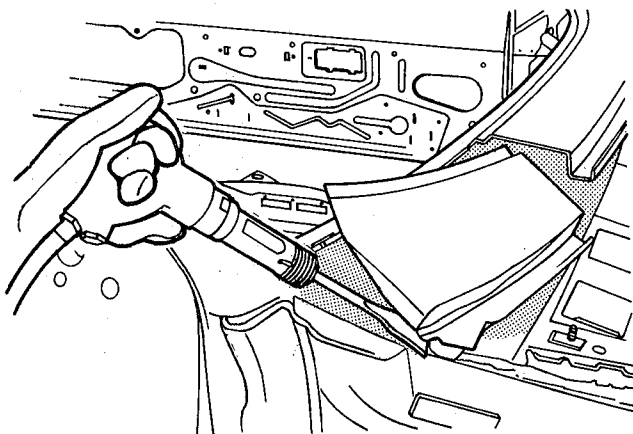

fig. 103
3. Com o auxílio de talhadeira pneumática, cortar o painel na união com o quadro do pára-brisa, coluna "A", e extensão da saia do pára-lama (fig. 103)